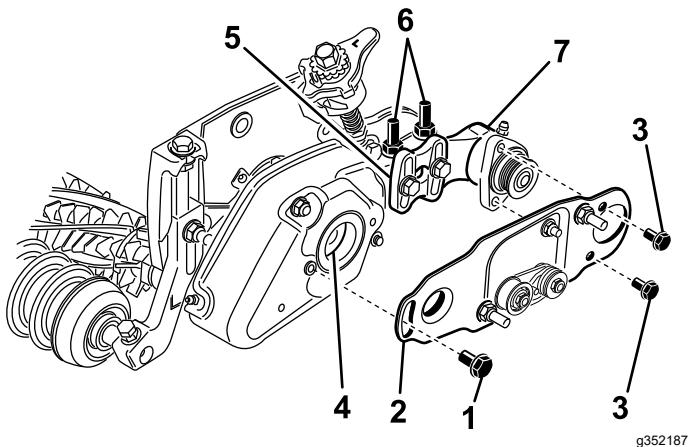

Figura 27
12. Allentate senza rimuovere i bulloni che fissano l'alloggiamento del cuscinetto della spazzola per rulli alla staffa di montaggio della spazzola (Figura 27).
13. Montate la piastra orientabile della spazzola rotante (Figura 27). Assicuratevi che il gommino rimanga saldamente in posizione sul carter quando la protrusione sulla piastra orientabile è inserita nel gommino sul carter del groomer.
14. Applicate Loctite 242 (blu) sui 2 bulloni da 5/16" x $\frac{5}{8}$ " e utilizzateli per montare la piastra della spazzola sull'alloggiamento del cuscinetto della spazzola per rullo (Figura 27). Serrate i bulloni ad un valore compreso tra 20 e 25 N·m.
- Allentate i due dadi di bloccaggio flangiati che fissano la staffa di montaggio della spazzola rotante alla piastra laterale dell'apparato di taglio (Figura 27).
non risulta parallela alla piastra laterale dell'apparato di taglio (Figura 27).
- Serrate i due dadi di bloccaggio flangiati che fissano la staffa di montaggio della spazzola per rullo alla piastra laterale dell'apparato di taglio (Figura 27).
19. Spalmate del Loctite 242 (blu) sul bullone di spallamento (Figura 27). Con il bullone di spallamento, fissate la piastra della spazzola sul carter dell'elemento grooming. (Figura 27). Serrate il bullone ad un valore compreso tra 20 e 25 N·m.